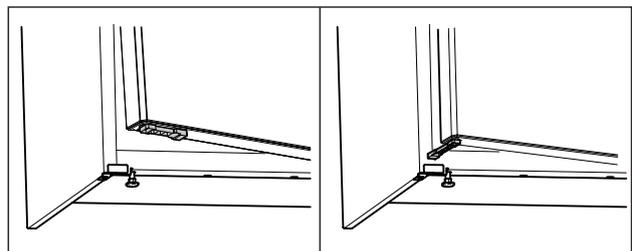

Fig. 62 *
- ▶ Поверните ограничитель открытия двери на 90°. (см. Fig. 62) *